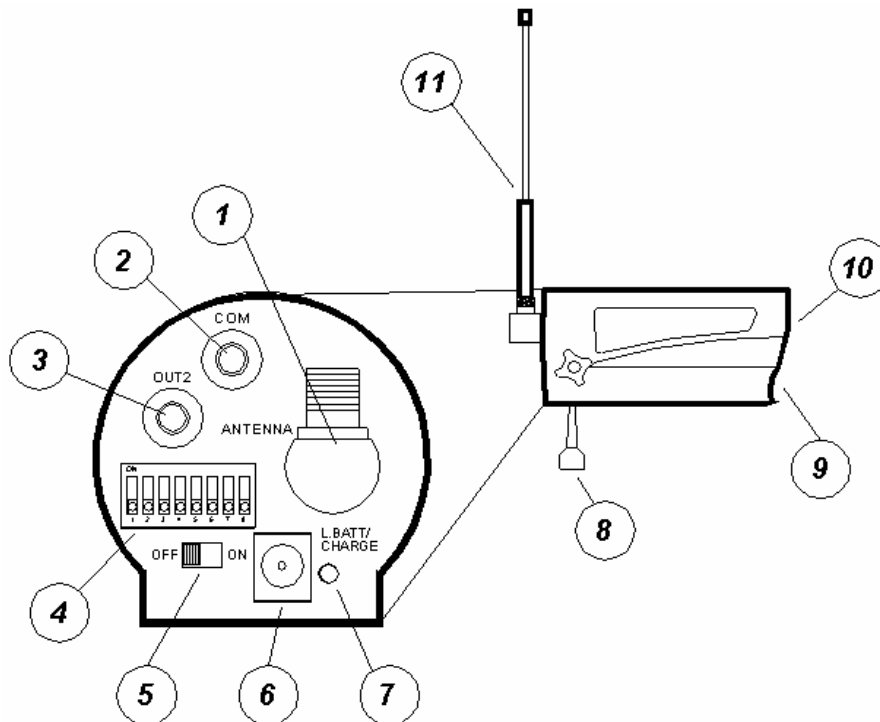

Abb. 1
- **Ladespannung** : an den Stecker für das Ladegerät (Abb.1 Nr.6) angeschlossene Spannung. Die Spannung muss zwischen 8 und 13 V liegen (Spannungen von mehr als 13 V sollten auf keinen Fall angelegt werden); für höhere Spannungen ist ein Schutzschalter in das Gerät eingebaut, der die Spannungsversorgung unterbricht. Der Schalter wird wieder geschlossen sobald sich die Spannung im Arbeitsbereich befindet.